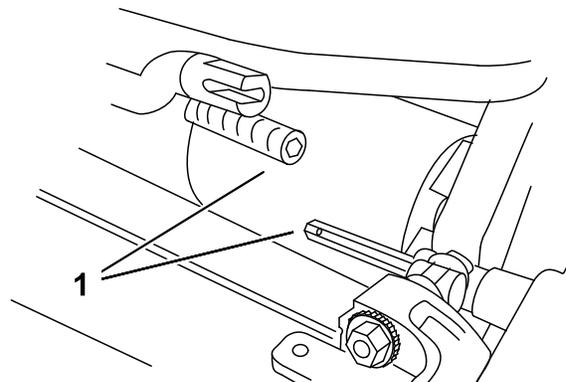

Bild 7
3. Schieben Sie die Schneideinheit unter die Zugmaschine und dann nach links, um die Getriebekupplung einzukuppeln (Bild 7).